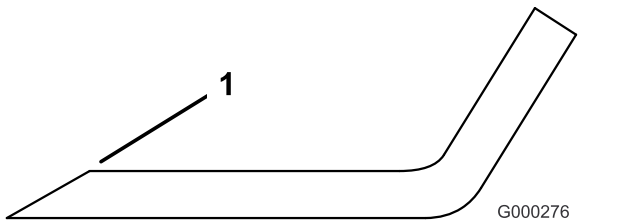

Figura 52
- Utilice una lima para afilar el filo de corte en ambos extremos de la cuchilla (Figura 52).